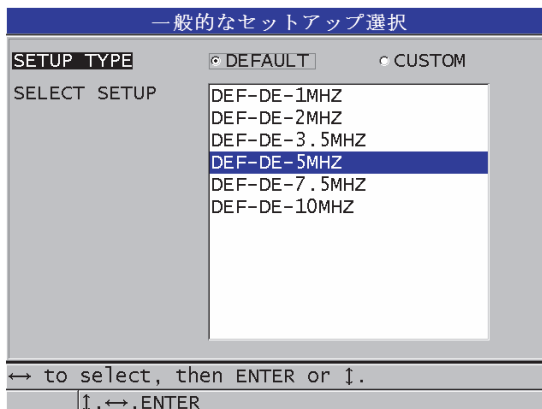

図 12-1 一般的なセットアップ選択画面
2. 表示される一般的なセットアップ選択画面（225 ページの図 12-1 参照）で、以下の操作を行います。